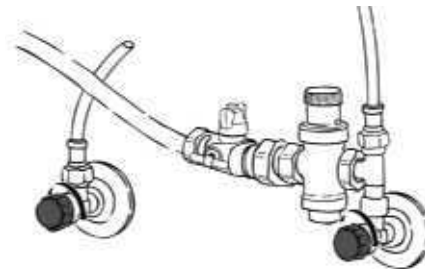

Abb. 43
1. Schließen und öffnen Sie die Eckventile (Abb. 43) des Warmwasseranschlusses und des Kaltwasseranschlusses, um die Funktionsfähigkeit der Ventile aufrechtzuerhalten.